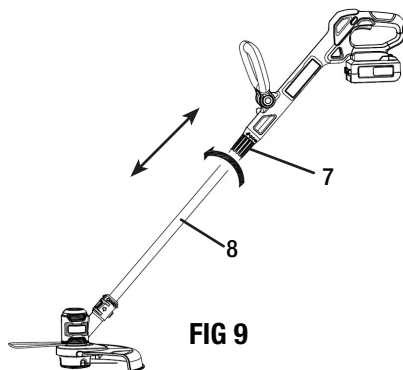

FIG 9
RÉGLER LA HAUTEUR (FIG 9)
Pour régler la hauteur du taille-bordure, desserrer le coupleur d'arbre (7) en le tournant dans le sens horaire comme indiqué à la figure 9, déplacer l'arbre inférieur (8) vers le haut ou vers le bas jusqu'à la longueur désirée, serrer le coupleur en le tournant dans le sens antihoraire.